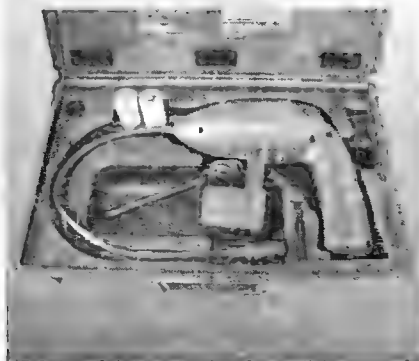

Рис. 2.2.11. Специализированный течеискатель для изобутана
- специализированный электронный течеискатель для изобутана (рис. 2.2.11);